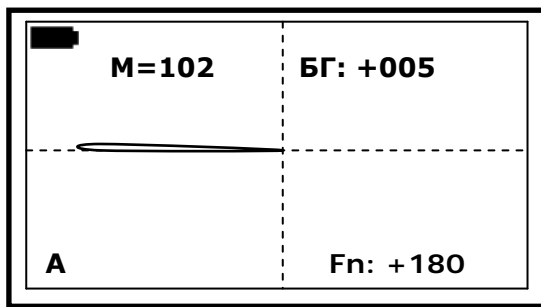

Рис. 17
4. Плавно поднесите датчик к грунту сверху вниз, избегая ударов датчиком о траву, камни и другие объекты. Скорость поднесения датчика должна быть такой, чтобы он опустился до уровня грунта приблизительно, за одну - две секунды. При поднесении датчика к грунту, на дисплее будет вырисовываться линия из центра в левую сторону экрана* (Рис. 17). Опускайте датчик до тех пор, пока линия не дойдет до левого края дисплея, не допуская ударов датчиком о грунт, густую траву и т.д.